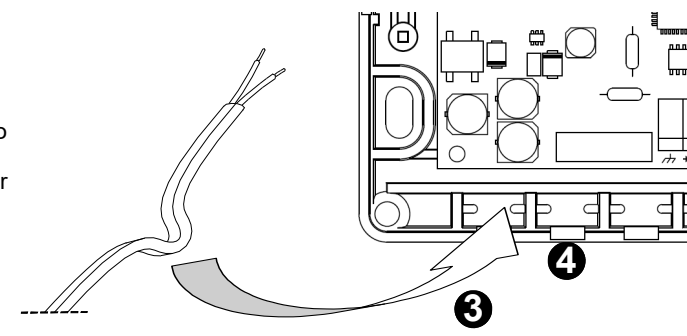

Fig. 3: Istruzione passaggio cavi.
- Chiudere il dispositivo. I cavi dovranno essere 'piegati' come mostrato in Fig. 3 e fatti passare nei fermacavi **3**.
Se si usa una entrata cavo ed il relativo fermacavi e' necessario eliminare con una pinza adatta il dente in plastica **4** Fig. 3 in modo da aprire il passaggio del cavo.